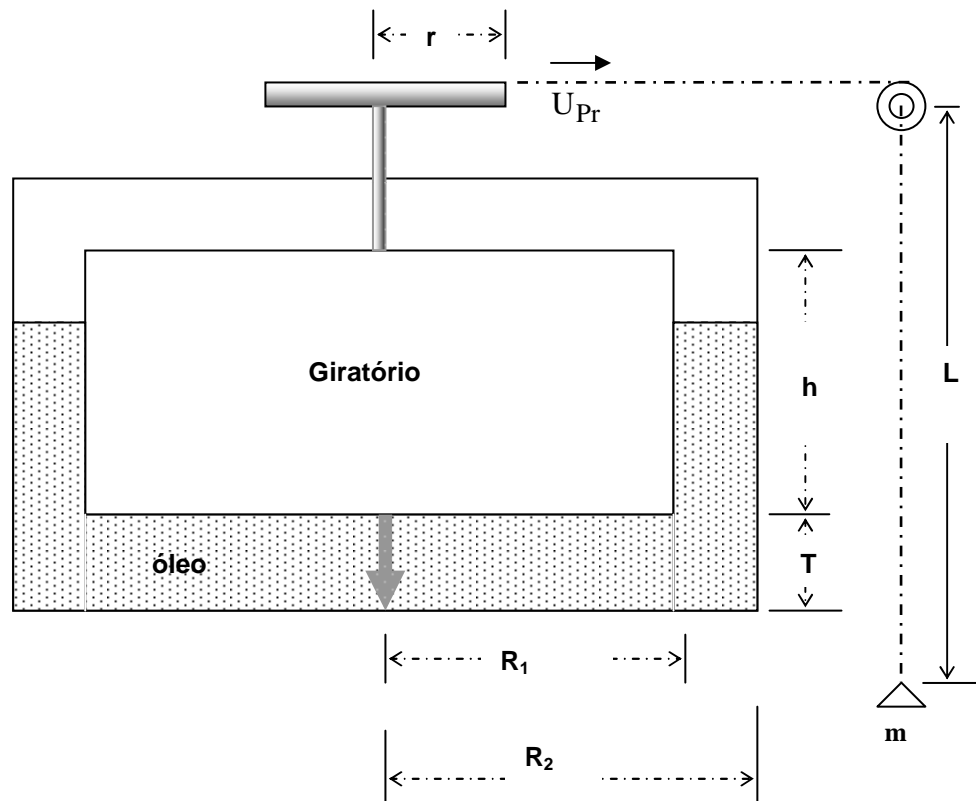

Figura 1.3 – Esquema do viscosímetro de Michel ou de eixos coaxiais
- Instrumento usado: Viscosímetro de Michel ou viscosímetro de eixos coaxiais, esquematizado na **Figura 1.3**. O viscosímetro de Michel consta de um cilindro dentro do qual gira um outro, com diâmetro ligeiramente menor, sendo o espaço entre eles preenchido por um líquido cuja viscosidade dinâmica se pretende determinar.
- A distância entre a área da base do cilindro interno e o fundo do cilindro fixo é suficientemente elevada, de modo a não se considerar a contribuição das forças de resistência oriundas dessa área, razão porquê, partículas situadas em diferentes pontos da base do cilindro interno gerariam diferentes valores de velocidades lineares, o que dificultaria em demasia o cálculo da viscosidade. Essa distância foi assinalada pela letra [T] na **Figura 1.3.**